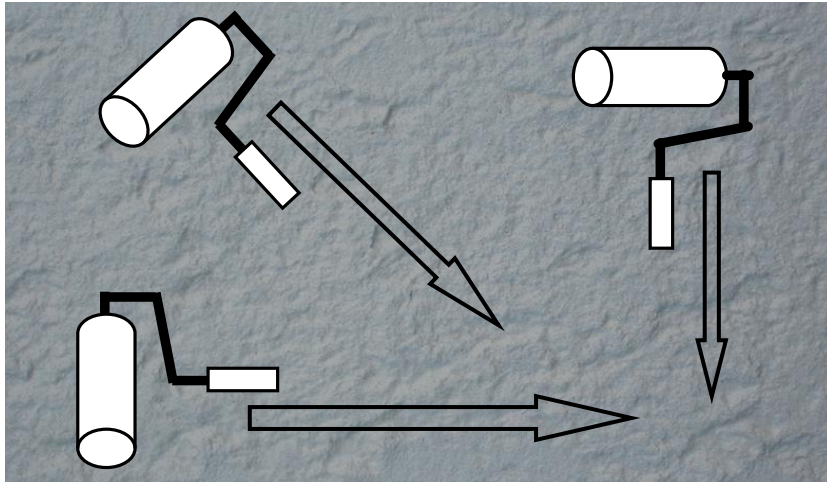

図3
・配り塗りしたジヨリパットが乾燥しないうちに、JR-198 を縦横方向(ランダム)に転がしパターン付けを行う(図3)。
- ・ ローラーは、縦横方向(ランダム)に転がす。(図3)